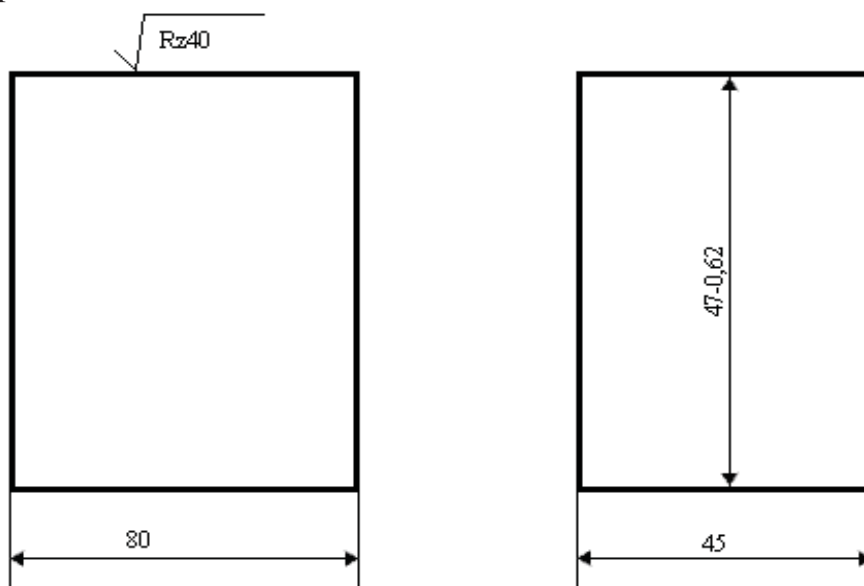

Рис. 1. Креслення металевого бруска
- 1) креслення деталі (рис. 1);